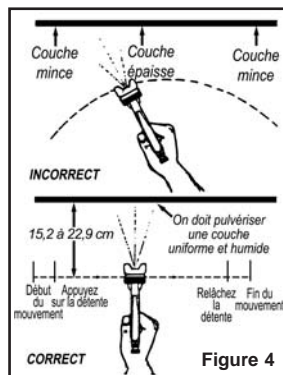

Figure 4
7. Méthode de pulvérisation. Tenez le pistolet à une distance variant entre 15 et 23 cm de la surface de travail et déplacez-le d'un côté à l'autre en appuyant sur la détente pour pulvériser les matériaux. Pour éviter l'apparition de grumeaux, de coulures et de marques de raccords, maintenez le pistolet en mouvement en tout temps avant, pendant et après avoir appuyé sur la détente (voir Figure 4). En pulvérisant de gauche à droite, utilisez le motif vertical et en pulvérisant de haut en bas, utilisez le motif horizontal. Exercez-vous en peignant sur du matériel de rebut ou du carton jusqu'à ce que les résultats de vos essais de recouvrement soient acceptables en effectuant des réglages comme suit :